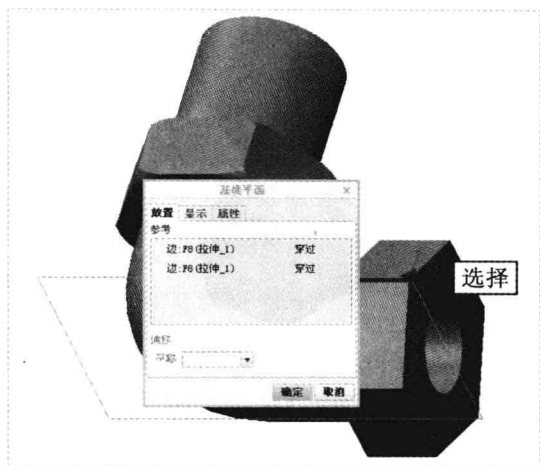

图 16-41 选择边线
Step 15 采用与上同样的方法,使用“平面”命令,弹出“基准平面”对话框,按住【Ctrl】键的同时,在绘图区选择合适的边线,如图 16-41 所示。